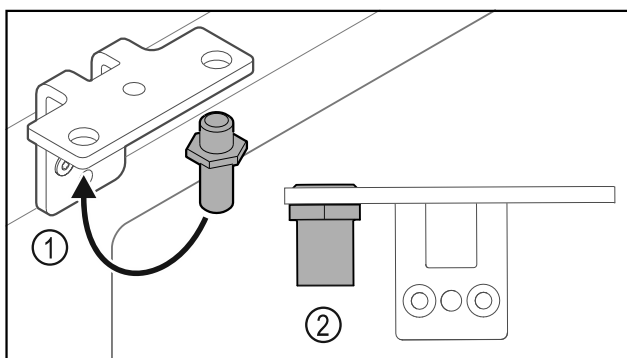

Fig. 17
- ▶ Flyt bolten Fig. 17 (1) i hængselvinklen.
- ▶ Spænd bolten Fig. 17 (2) med et **drejemoment på 12 Nm**.